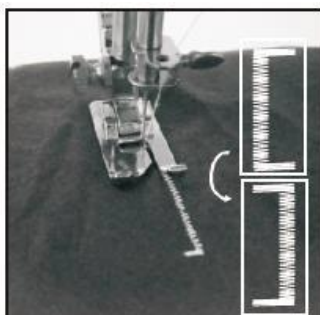

Рисунок 18
- 5) Поднимите прижимную лапку, повернув ткань на 180° (Рисунок 18).